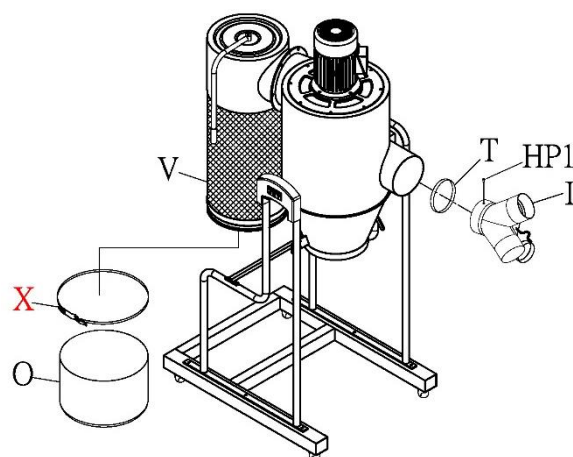

Figure 10
11. Appliquez le ruban en mousse (T) autour du port d'admission près du bord. Voir la Figure 10. Le ruban en mousse doit entourer complètement le port.
12. Installez l'adaptateur d'admission (I) sur le boîtier principal et sécurisez avec la vis à tête cylindrique (HP1).
13. Appliquez le ruban en mousse (V) juste au-dessus de la partie inférieure du filtre de la boîte. Le ruban en mousse doit entourer complètement le filtre de la boîte.
14. Installez le sac de collecte (O) sur le bas du filtre de la boîte et sécurisez avec le serrage en acier du bac (X).